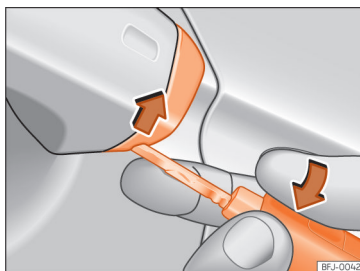

Abb. 97 Fahrertürgriff: Abdeckklappe abhebeln.
- Den Schlüsselbart am Fahrertürgriff in die untere Öffnung der Abdeckklappe stecken **» Abb. 97** und die Abdeckklappe von unten nach oben anheben.